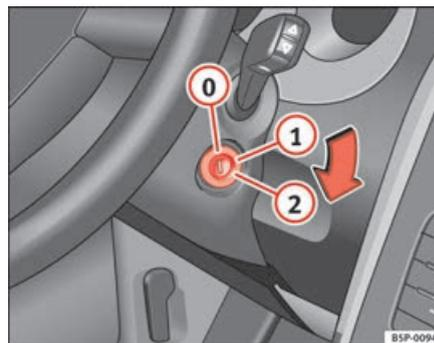

Abb. 137 Stellungen des Zündschlüssels
In dieser Stellung ⇒ Abb. 137 sind die Zündung und der Motor ausgeschaltet und die Lenkung kann gesperrt werden.
- Drehen Sie den Zündschlüssel in Stellung ⇒ Seite 170, Abb. 137 ①. Beim Vorglühen des Motors leuchtet die Kontrollleuchte  auf.
- Wenn die Kontrollleuchte nicht (mehr) leuchtet, drehen Sie den Zündschlüssel in Stellung ② zum Anlassen des Motors – geben Sie kein Gas.
- Drehen Sie den Zündschlüssel in Stellung ⇒ Seite 170, Abb. 137 .